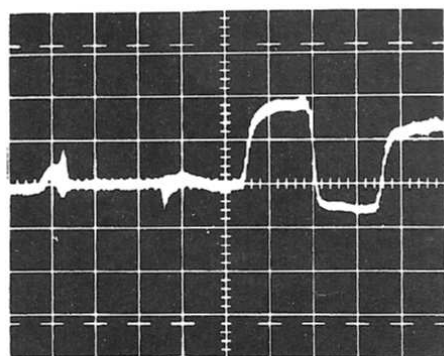

Fig 6
- Mettre la sensibilité de l'oscilloscope sur 50 mV/div. et régler S 609 afin d'obtenir un réglage fin du zéro du discriminateur (fig. 6).